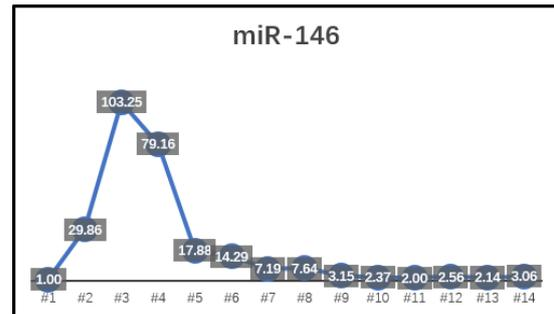

图 2. 囊泡富集的 RNA 在 Exosupur 各个馏分中的分布，各个馏分中 miRNA-146 的相对量以数字的形式展现在图中
2. 使用 1ml 血浆进行分子排阻分离，提取每个馏分 RNA，通过 PCR 的方法检测 Exosupur®排阻柱的各个馏分中已报道的囊泡特异性 miR-146 的丰度，如图 2 所示。